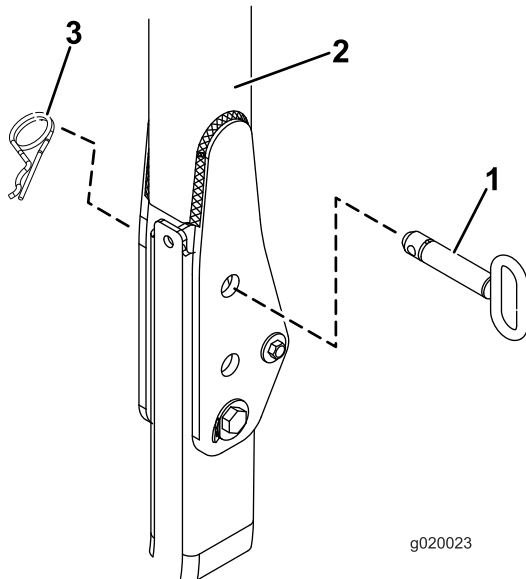

Figure 29
2. **Pour les Reelmaster 3555 et 3575**, passez à l'opération 10. Pour tous les autres modèles, relevez l'arceau de sécurité et retirez les goupilles fendues ainsi que les 2 axes (Figure 29).